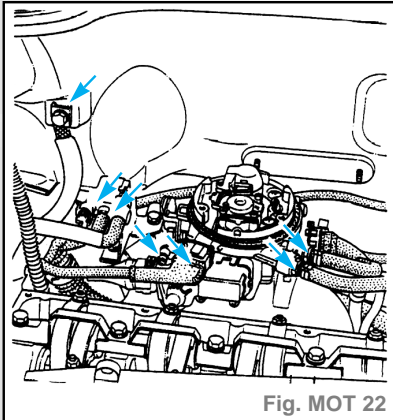

Fig. MOT 22
- Débrancher les connectiques du boîtier de papillon (fig. MOT. 22).